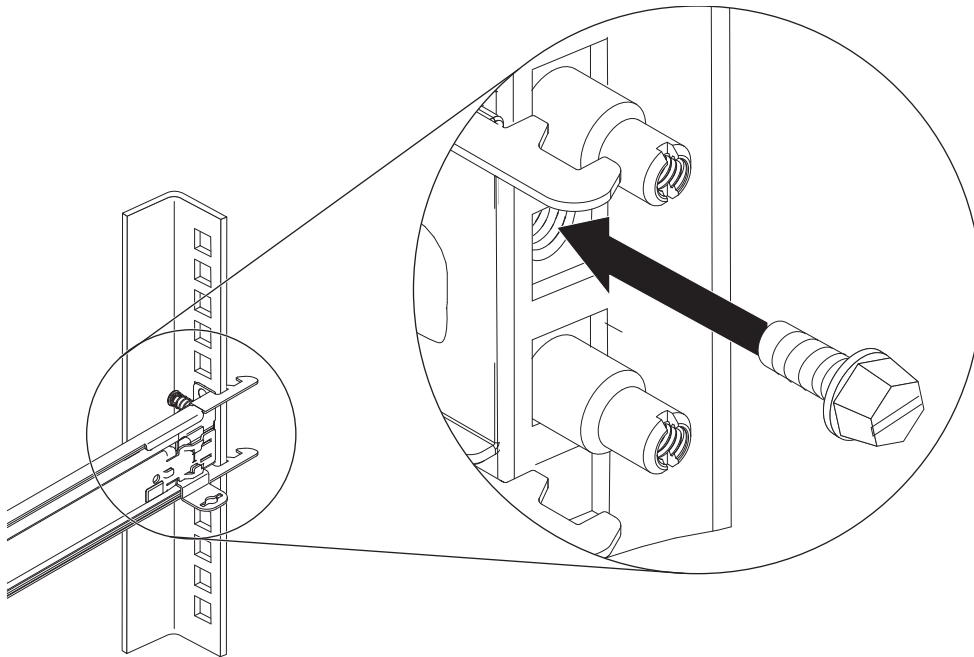

Figura 27. Fixe o suporte para organização dos cabos e o nó para o transporte.
8. Opcional: Fixe o suporte para organização dos cabos e o nó no rack para a remessa, como mostrado na Figura 27 na página 33.